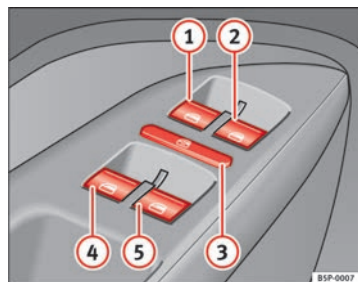

Fig. 69 Détail de la porte du conducteur : commandes pour les glaces avant et arrière
Les boutons ⇒ fig. 69 ① et ② disposent de deux positions pour l'ouverture des glaces et de deux autres pour leur fermeture. Il est ainsi plus simple de contrôler les processus d'ouverture et de fermeture.